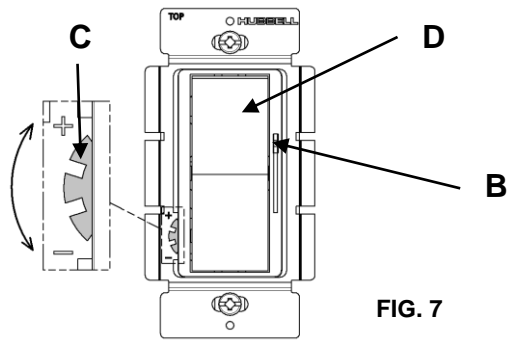

FIG. 7
- Press rocker "D" to turn dimmer on and move the slider "B" down to the bottom. (FIG 7).
- Appuyer sur la bascule "D" pour allumer le gradateur puis déplacer la glissière "B" jusqu'en bas (FIG. 7).
- Presionar el balancín "D" para encender el atenuador y mover control deslizante "B" hasta abajo. (FIG. 7)